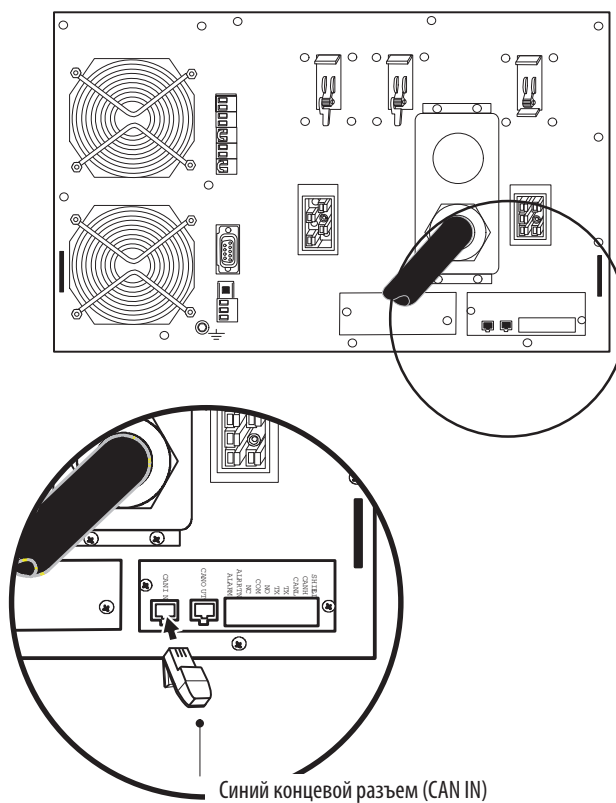

Рисунок 34. Установка синего концевой разъем (первый ИБП)
9. Один из двух прилагаемых синих концевых разъемов (см. рисунок 34) установите в порт CAN IN первого ИБП (UPS 1 на рисунке 36).